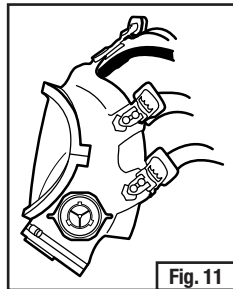

Fig. 11
3. Enroque el Adaptador tipo bayoneta 3M™ 701 en el puerto de conector del cartucho, no apriete (el empaque naranja quedará mirando). Alinee el tapón pequeño sólido tipo bayoneta en el fondo de los lentes de la pieza facial y apriete la tuerca. Coloque otro Adaptador tipo bayoneta 3M™ 701 en el puerto de conector de cartucho opuesto con el mismo procedimiento (Fig. 11).